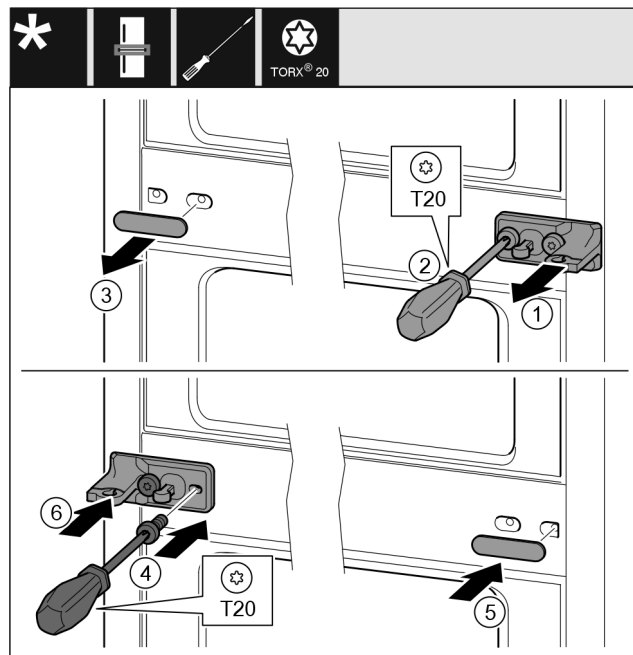

Fig. 33
- ▶ Зніміть перстину. Fig. 33 (1)
- ▶ Викрутіть гвинти за допомогою викрутки T20. Fig. 33 (2)
- ▶ Обережно зніміть кришку. Fig. 33 (3)
- ▶ Опорний кронштейн із плівкою, повернутий на 180°, закріпіть гвинтами з іншого боку. Fig. 33 (4)
- ▶ Кришку, яка повернута на 180°, розмістіть з іншого боку. Fig. 33 (5)
- ▶ Встановіть перстину спереду. Fig. 33 (6)